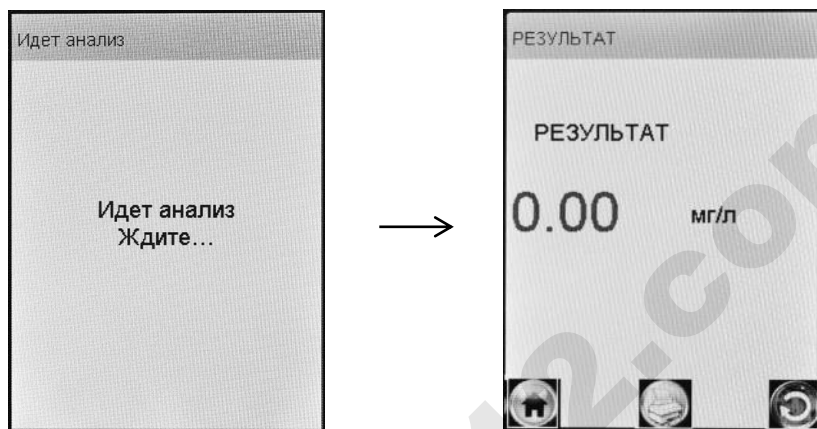

Рисунок 17 – Предъявление результата измерения
2.8.13 После отбора пробы воздуха производится измерение массовой концентрации паров этанола в отобранной пробе, при этом на экране отображается сообщение «**Идет анализ Ждите...**» (рисунок 17, слева).
2.8.14 После того как анализ пробы произведен, в сопровождении щелчка срабатывания заборной системы на экране предъявляется результат измерения массовой концентрации паров этанола (алкоголя) в отобранной пробе выдыхаемого воздуха (рисунок 17, справа).